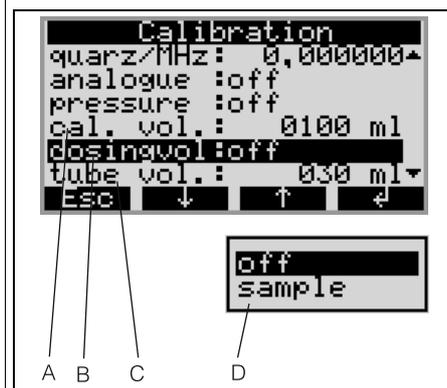

Fig. 13: Menu TARATURA
4. Nel controllore del campionatore, richiamare il menu TARATURA (→ Fig. 13; mediante CONFIGURAZIONE - SERVIZIO - TARATURA).
5. Nell'opzione VOL. TAR. (→ Fig. 13, pos. A) inserire il volume di taratura richiesto.
6. Selezionare l'opzione "VOL. DOSAGGIO" (→ Fig. 13, pos. B).
7. Avviare il campionamento selezionando la funzione CAMPIONE dall'elenco di selezione (→ Fig. 13, pos. D). Attendere il termine della sequenza di campionamento.